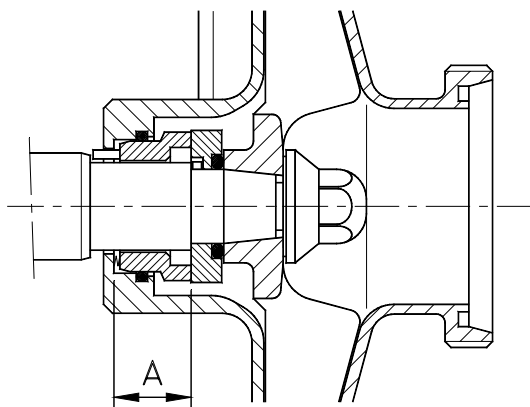

Рисунок 8.1 : Простое торцевое уплотнение
- Установите крышку насоса (03) в фонарь (04). Предварительно необходимо поместить неподвижную часть торцевого уплотнения (08A) в гнездо крышки. Проверьте положение цапфы неподвижной части торцевого уплотнения.
- Наденьте вращающуюся часть торцевого уплотнения (08) на вал, удостоверившись в том, что цапфа вала заняла свое место, см. рисунок 8.1.